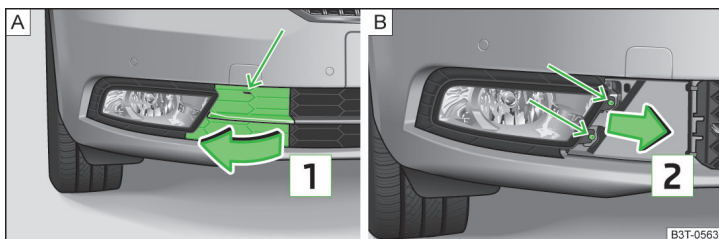

Fig. 206 Pare-chocs avant : démontage de la grille de protection/du phare antibrouillard
- Détachez la grille de protection dans la zone de la flèche » fig. 206 - **A** à l'aide de l'étrier servant au retrait des enjoliveurs intégraux de roue » page 217, *Outillage de bord*.
- Dévissez le phare antibrouillard » fig. 206 - **B** à l'aide du tournevis faisant partie de l'outillage de bord.
- Pour remonter le phare antibrouillard, l'insérer dans le sens de la flèche **2** » fig. 206 - **B** et le visser à fond.